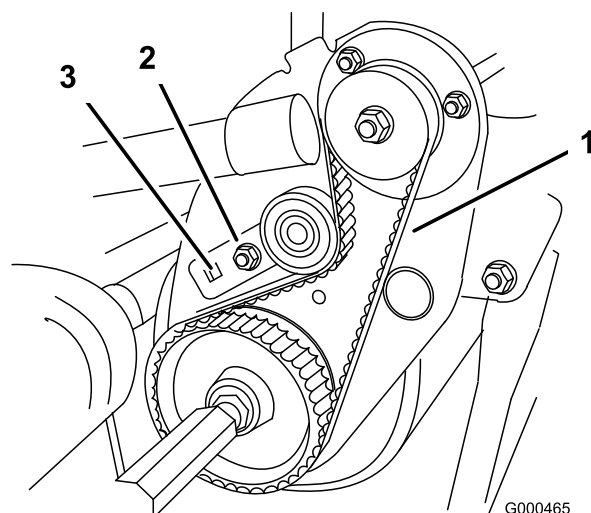

Figura 41
- B. Usando una llave dinamométrica de 3/8 pulgadas, gire el soporte de la polea tensora con una fuerza de 75-85 pulgadas-libra de torsión para ajustar la tensión de la correa (Figura 41). Sin variar el ajuste de la llave dinamométrica, apriete el perno de montaje del soporte de la polea tensora (la arandela de bloqueo evita que se desplace la correa). No tense demasiado la correa.